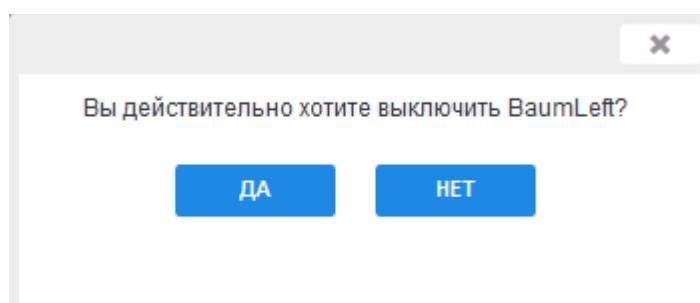

Рисунок 85 – Модальное окно выключения
- 3) В результате появится модальное окно (см. Рисунок 85), в котором необходимо подтвердить действие (нажать на кнопку «Да»). Тогда контроллер будет выключен. Если необходимо отменить действие, нажать на кнопку «Закрыть» в модальном окне.